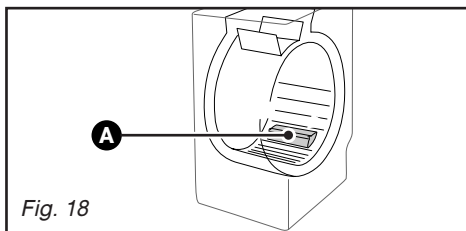

Fig. 18
- ouvrez les portillons du tambour. Au fond de ce dernier vous voyez apparaître une pièce en plastique **A** (Fig. 18)